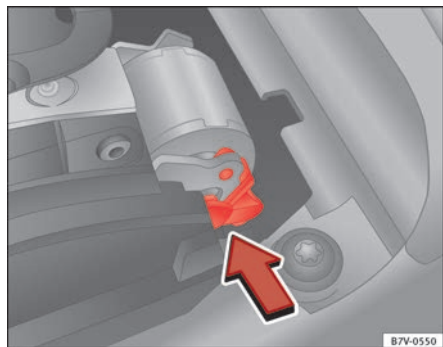

Abb. 196 Wählhebelsperre notentriegeln.
- Entriegelungshebel ⇒ Abb. 196 in Pfeilrichtung drücken und in dieser Position halten.